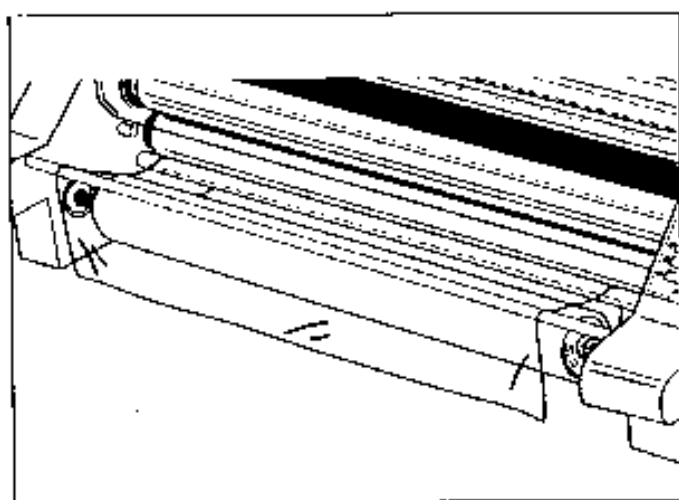

Fig. 12
10. Unroll 2 ft. (61 cm) of film. Push leading edge under and around bottom idler bar. Slide the idler bar back into place and drape film over bottom film roll, (Figure 12). Place the bottom roll of film back on the laminator by sliding the shaft into the round hole of the right side frame and the left side into the hex shaped brake hub.
10. Rol ongeveer 60 cm film af. Duw de voorste rand onder en rondom de onderste doorlooprol. Schuif de doorlooprol op zijn plaats terug en drapeer de film over de onderste filmrol (zie afb. 12). Plaats de onderste rol film terug op de laminator door de koker in het ronde gat aan de rechterkant van het frame te schuiven en de linkerkant in de zeshoekige remnaaf.
10. Déroulez 60 cm de film. Poussez le bord du film sous et autour la barre de transfert intérieure. Remettez la barre de transfert en place et enroulez le film par dessus le rouleau de film intérieur (figure 12). Repositionnez la bobine de film intérieur dans la plastifieuse en faisant glisser l'axe dans l'orifice rond situé sur la droite du châssis et le côté gauche dans le moyeu de frein.